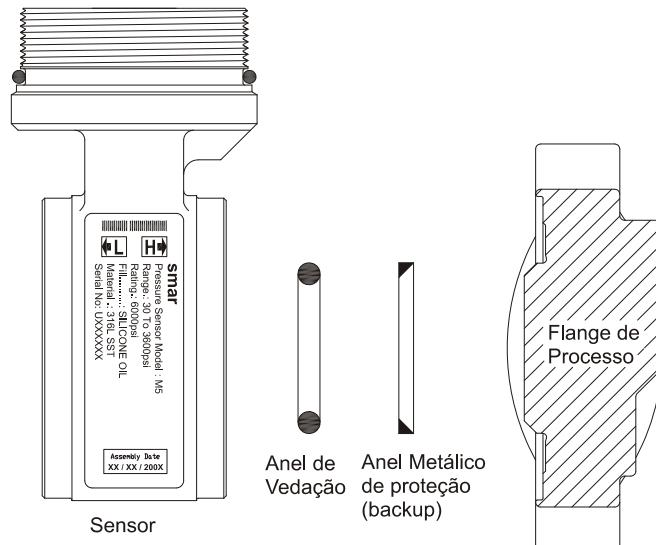

Figura 5.3 – Montagem do anel metálico de Backup
Os anéis de vedação devem ser levemente lubrificados com óleo silicone, antes de serem colocados em seus encaixes. Use graxa de halogênio para aplicação que utilize sensor com fluido de enchimento inerte. Os flanges devem, então, ser posicionados sobre uma superfície plana. Insira os anéis de vedação e Backup (28) (usado somente para alta pressão) no flange conforme mostra a figura 5.3. Coloque os quatro parafusos (18) e aperte as porcas (22) inicialmente com a mão mantendo os flanges sempre em paralelo em todo o procedimento de sua montagem e finalize com uma ferramenta adequada.
Não dobre o anel de backup e verifique se ele não apresenta amassamentos, etc. Monte-o cuidadosamente. O lado plano (mais brilhante) deve pressionar o anel de vedação na montagem (Figura 5.3).